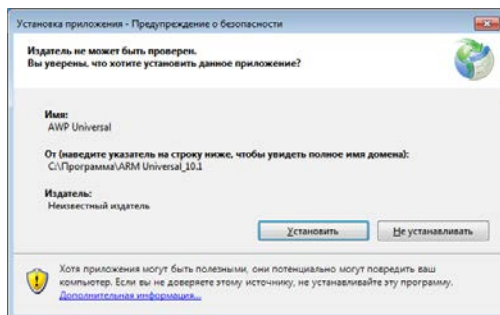

Рисунок 2.35 – Установка «AWP Universal»
5. Установить программу для работы с прибором, для этого запустить файл установки программы (setup.exe) из папки «ARM UNIVERSAL» и нажать кнопку «УСТАНОВИТЬ» (рис. 2.35).